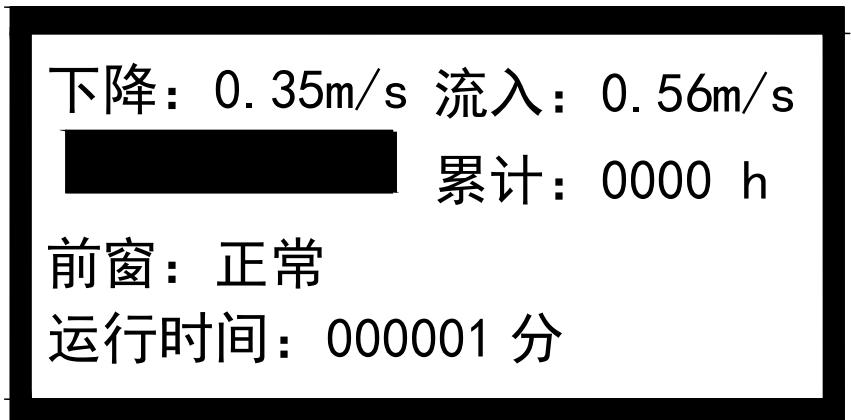

图 6
- 3) 大约过 3 秒钟后液晶屏显示如图 6 所示：
再按 3 号键返回到图 6。